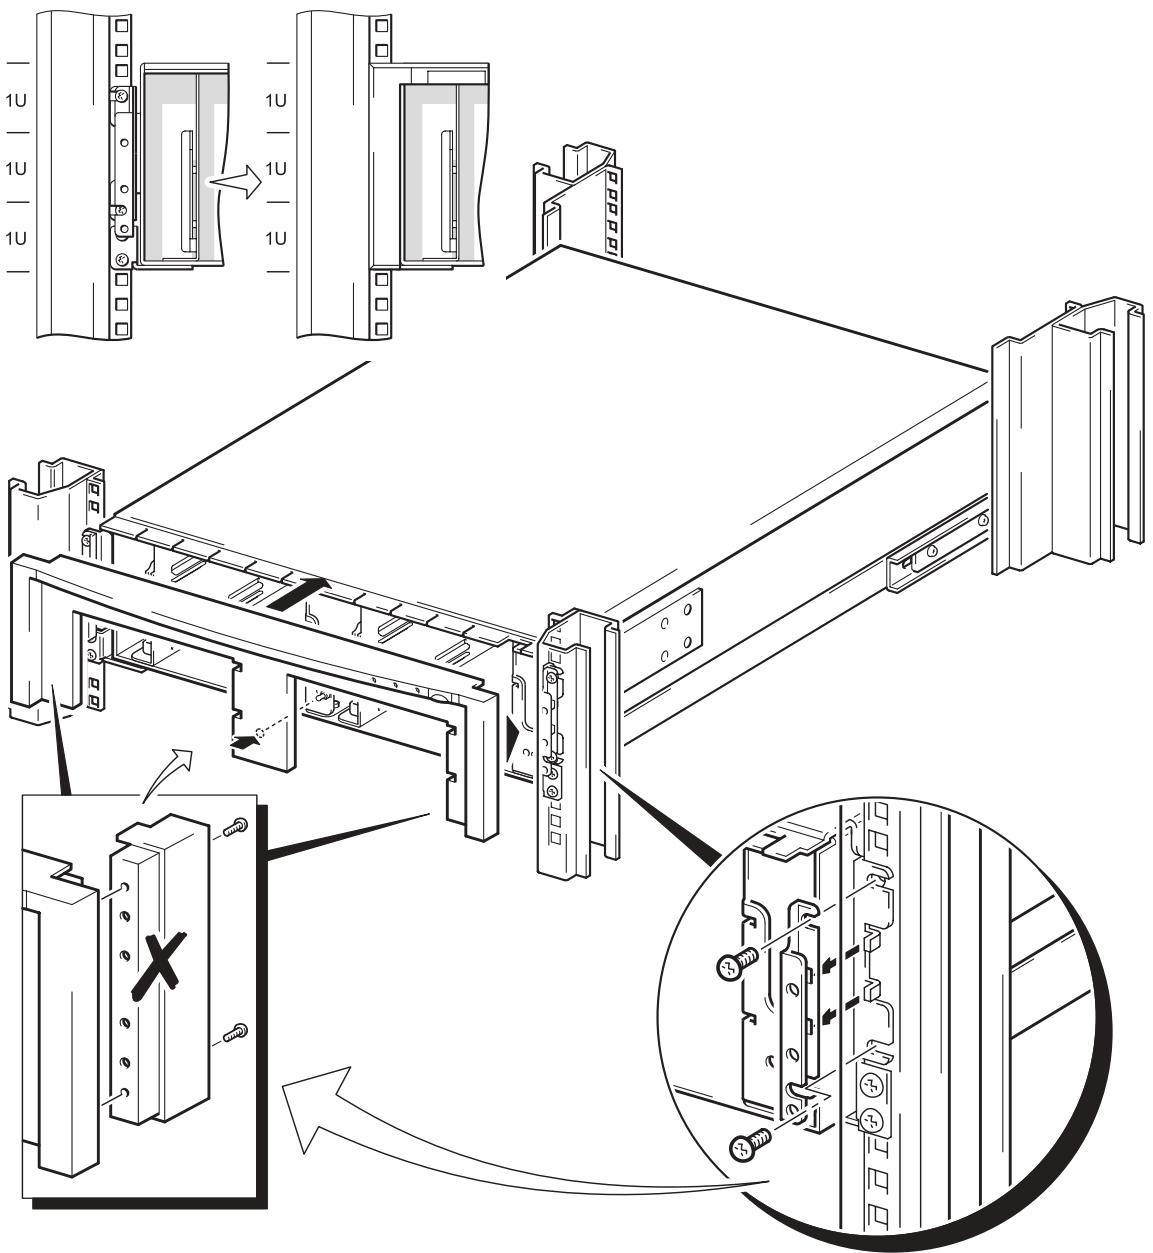

图 5b: 安装前部档板 (方孔剖面)
- 2 翻转一个挡板支架，使戳记字母正确定向且面朝前，并且凹槽朝外对着机架的侧面，如图 5b 所示。
该挡板支架的两个长方形孔悬挂在侧面安装支架的两个啮齿上，如图 5b 所示。